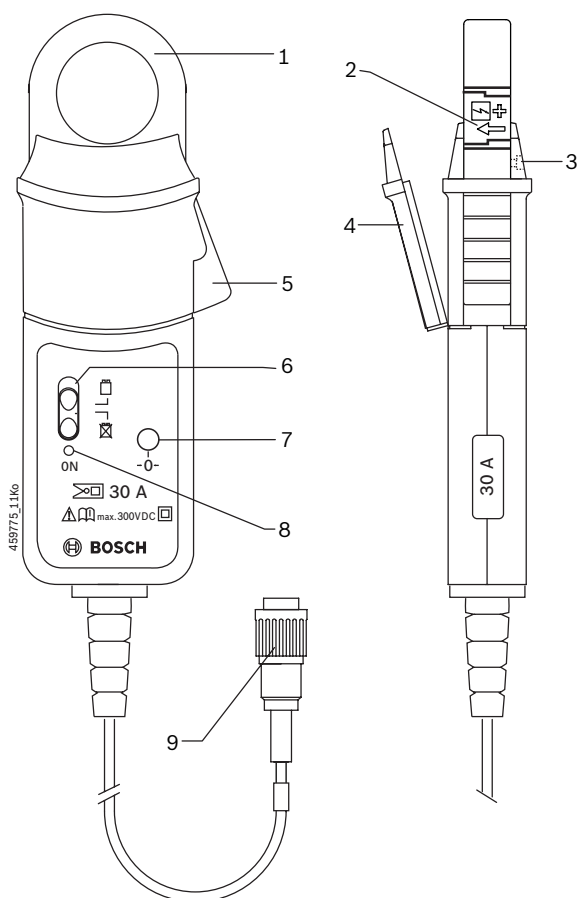

Fig. 1: Pinzas de corriente 30 A
Las pinzas de corriente reciben alimentación de tensión a través del aparato de comprobación Bosch y, por tanto, no necesitan pilas. El interruptor de la pila de las pinzas de corriente (fig. 1, pos. 6) no tiene ninguna función en este caso.
La conexión de las pinzas de corriente al sistema de comprobación se realiza directamente a través del enchufe de conexión (fig. 1, pos. 9).